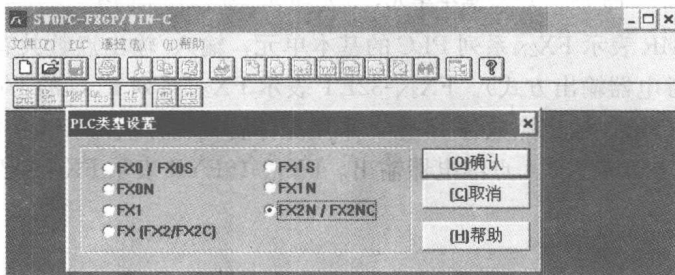

图 1-11 选择使用 PLC 的型号
(2) 选择 PLC 型号。在编程界面，单击【文件】→【新文件】，在出现的画面中选择使用 PLC 的型号，如图 1-11 所示。
(3) 编程界面。在图 1-11 中单击【确认】按钮，出现编程软件的编程界面，如图 1-12 所示。